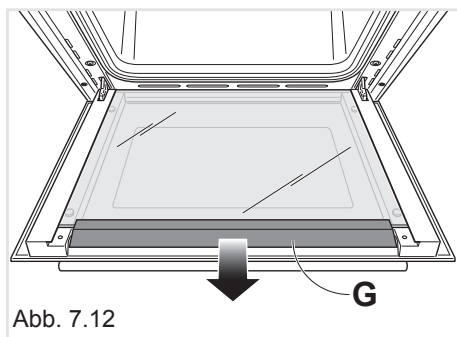

Abb. 7.12
- Schieben Sie die Luftleitblech "G" wieder der obere Teil der Ofentür (Abb. 7.12).